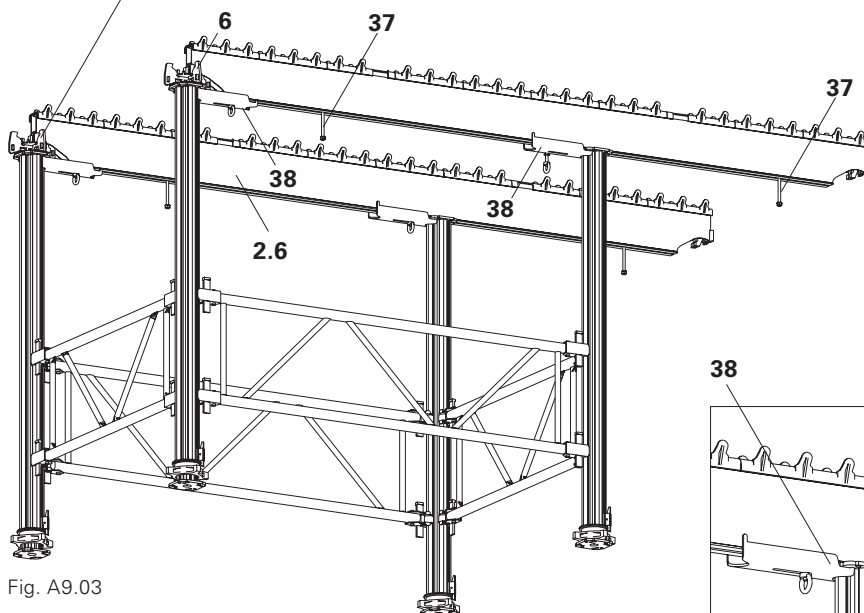

Fig. A9.03
- 2 viti M12 x 140 DIN 6914 (37) per il fissaggio dei travetti squadrati 8/12.
- 2 connettori tavoli STV (38).
- Per la sequenza di montaggio e la disposizione di viti e connettori, v. Fig. A9.03.